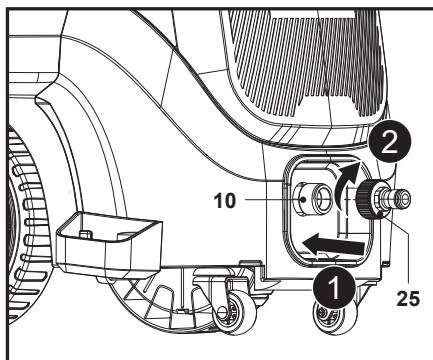

Fig. 9
Aliniaza și înșurubează adaptorul (25) pe racordul de admisie a apei (10) în partea din față a aparatului (fig. 9, pașii 1, 2).